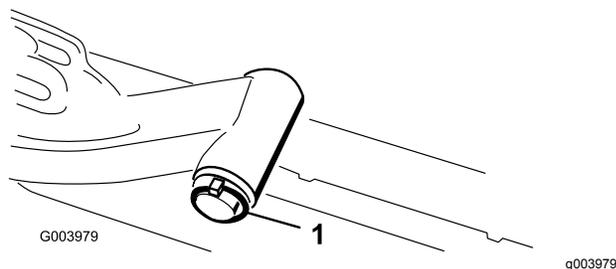

图9
A. 拆下将提升臂枢轴固定至提升臂的保险销和垫圈将提升臂枢轴滑出提升臂图9。
C. 将提升臂轴插入提升臂使用垫圈和保险销将其固定图9。